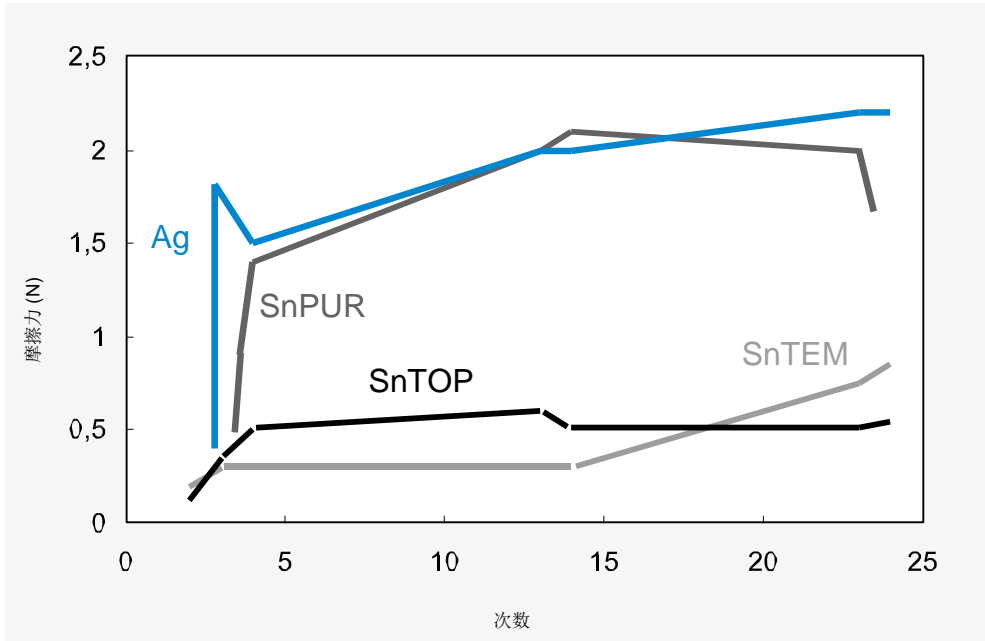

图 3: 磨擦试验，摩擦力与循环次数的关系。在实验室实验中用滑枕平放法测量，其配对件具有相同的镀层，振幅 3 毫米，无润滑。
- | 使用 SnTOP®锡银涂层可获得较低的插入力。与纯银相比，SnTOP®没有冷焊倾向。图 3 显示了磨擦试验中的相应性能。